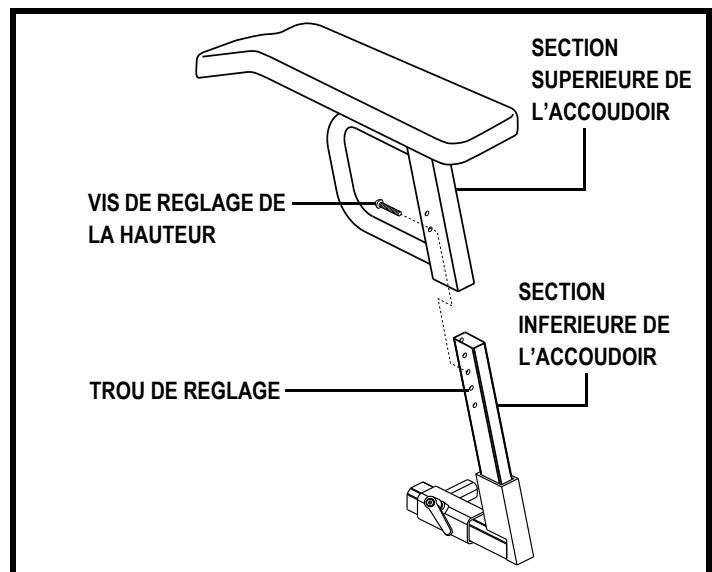

Figure 19. Réglage de la hauteur des accoudoirs
1. Enlevez la vis de réglage de hauteur de l'accoudoir. **Voir la figure 19.**